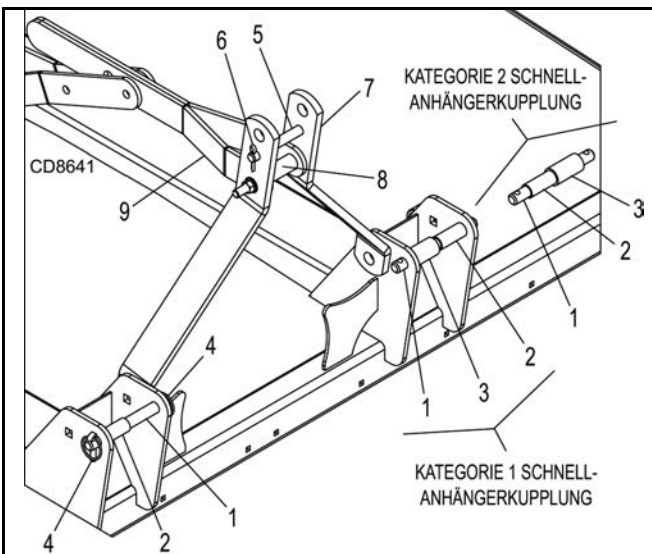

ABBILDUNG 2. DS8.30E Verbindung mit Standard- und Schnell-Anhängerkupplung
2. Stecken Sie die unteren Sicherungsstifte für die Anhängerkupplung (1) durch die Halteplatten und die unteren Hebearme des Traktors. Nutzen Sie Hülsen (2), um die Hebearme in Position zu halten. Mit 11,1 mm (7/16 in) Klick-Stiften (4) sichern.
3. Verbinden Sie den Traktor-Oberlenker mit dem Mäher-A-Rahmen mit den mittleren Bohrungen und 19 mm (3/4 in) Stift (5), Splint (6) und 6,4 mm (1/4 in) Klick-Stift (7). Siehe Abbildung 2.
2. Stecken Sie die unteren Sicherungsstifte für Anhängerkupplung (1) und 28,6 mm (1-1/8 in) OD-Hülsen (2) durch die Halteplatten und die unteren Hebearme des Traktors. Nutzen Sie Hülsen (3), um die Hebearme in Position zu halten. Mit 11,1 mm (7/16 in) Klick-Stift (4) sichern.
3. Verbinden Sie den Traktor-Oberlenker mit dem Mäher-A-Rahmen mithilfe der oberen Bohrungen und dem 25,4-mm(3/4-in)-Stift (1), der mit dem Traktor-Oberlenker geliefert wird. Siehe Abbildung 2.
1. Stecken Sie die unteren Sicherungsstifte für Anhängerkupplung (1), 28,6 mm (1-1/8 in) OD-Hülsen (2) und 36,5 mm (1-7/16 in) OD-Hülsen (3) durch die Halteplatten. Mit 11,1 mm (7/16 in) Klick-Stiften (4) sichern. Beachten Sie die Hülsenausrichtung in Abbildung 2.
2. Die obere Einhänge-Schnell-Anhängerkupplung rastet in der 31,8-mm(1-1/4 in)-Hülse (8) zwischen Sollbruchstellen (9) ein.